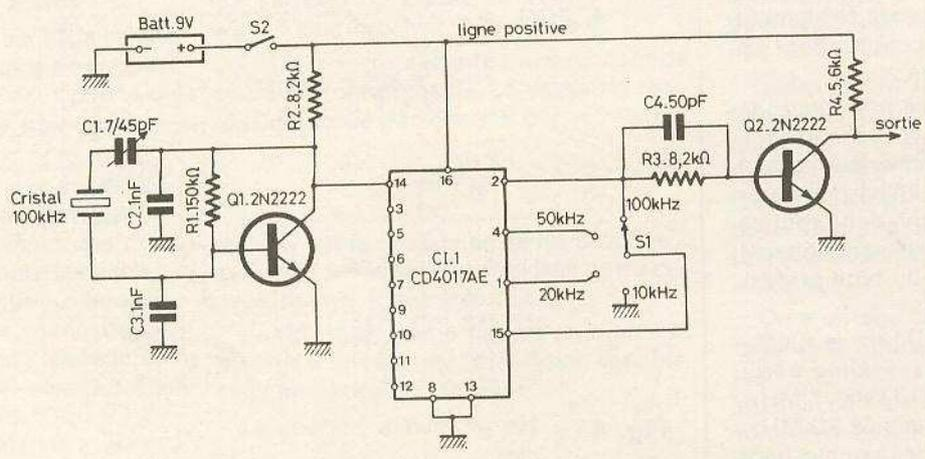

Fig. 2
Le schéma de cet appareil de mesure et de mise au point est donné à la **figure 2**.
En examinant le schéma de la **figure 2**, il est assez facile de voir que  $Q_1$ , un NPN du type 2N2222, est monté en oscillateur, piloté par un cristal taillé pour 100 kHz exactement. Le signal à 100 kHz engendré par  $Q_1$  est appliqué à la broche (14) de CI-1, un CD 4017 AE. Ce CI fournit les signaux résultant de l'opération division de fréquence.
Revenons maintenant au schéma de la figure 2.